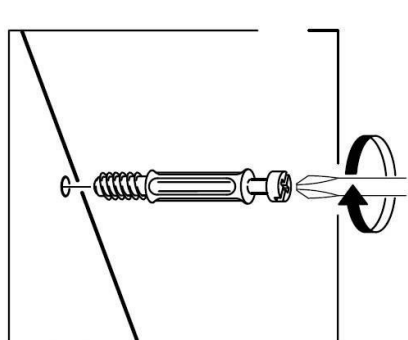

Рис. 1
1. В боковые стенки (150), (151), нижний щит (164), горизонтальный щит (163), заднюю стенку (167), перегородку (156), планку опорную (168) в имеющиеся отверстия установить эксцентрики Rastex 15\16 (низкие), а в перегородку (155) эксцентрики Rastex 15\22 (высокие), таким образом, чтобы стрелка была повернута в сторону отверстия в торце.
2. В установленные муфты эксцентриковых стяжек на боковых стенках (150), (151), крышке (162), горизонтальном щите (163) ввернуть дюбели DU644, в соседние отверстия установить шканты (рис.1 и схема сборки). Также установить шканты на нижний щит (164).